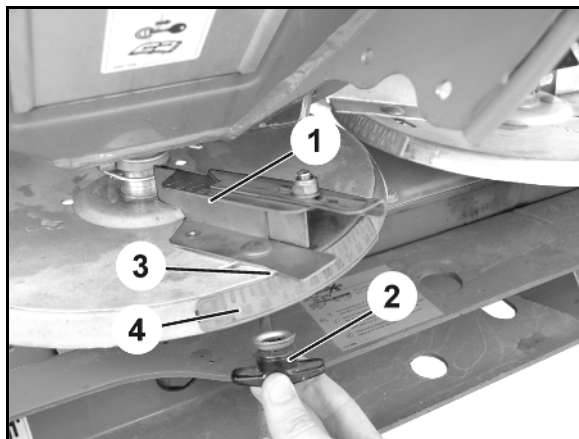

Рис. 84
7. При **распределении по границе** поверните регулировочный рычаг заслонки (Рис. 84/1) с левой стороны агрегата на два штриха шкалы (Рис. 84/2) назад.